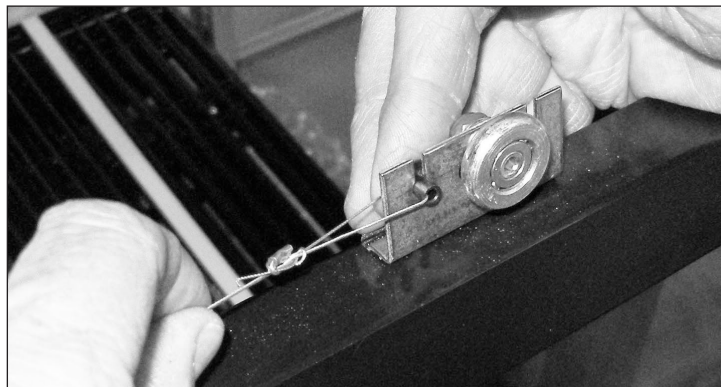

Fig. 5. Rimuovere il cavo della porta dalla staffa del rullo.
1. Rimuovere il cavo della porta dalla staffa del rullo. Vedere fig. 5 e 6.